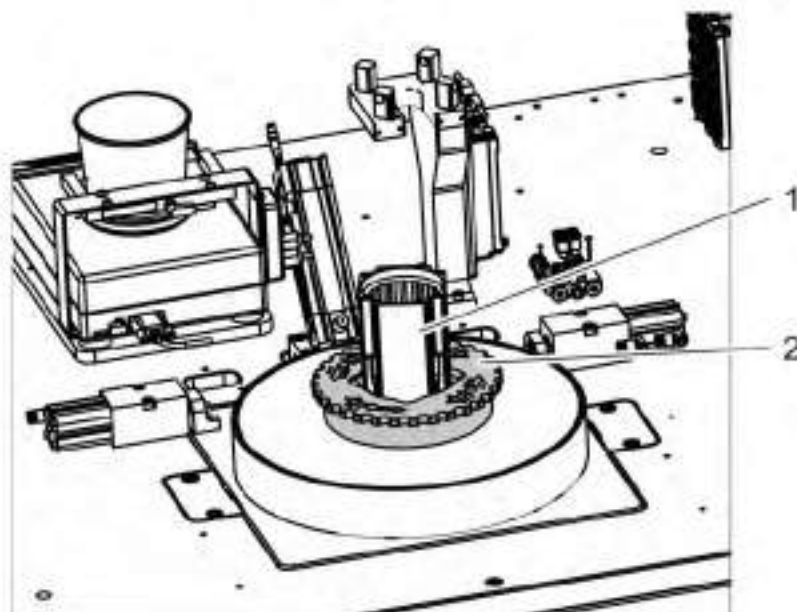

Abb. 10-1: Werkstück einspannen
- 1 Setzen Sie das Werkstück (Pos 1 in Abb. 10-1: "Werkstück einspannen") in die Werkstückaufnahme (Pos. 2 in Abb. 10-1: "Werkstück einspannen")